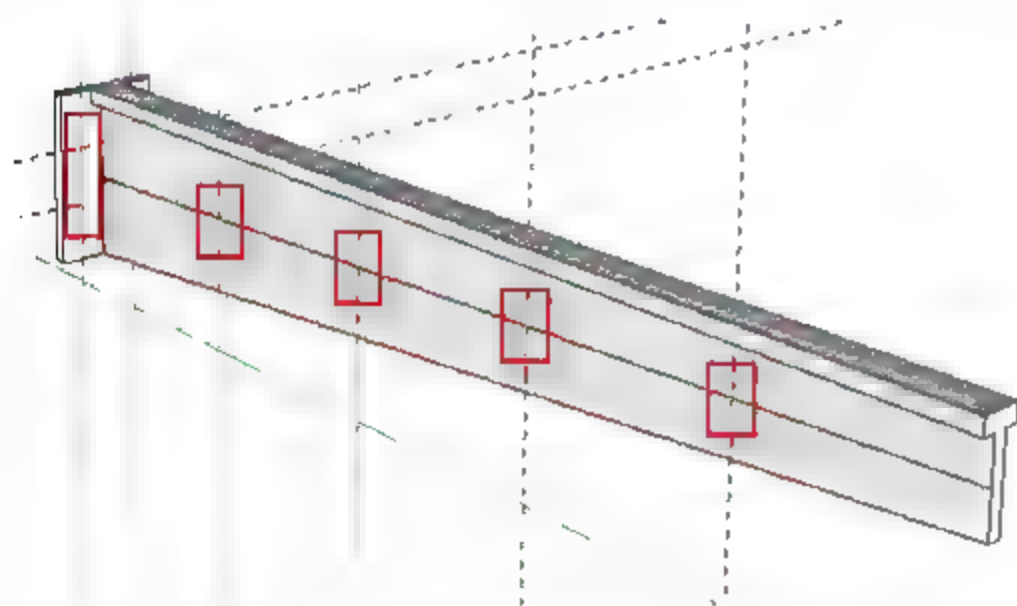
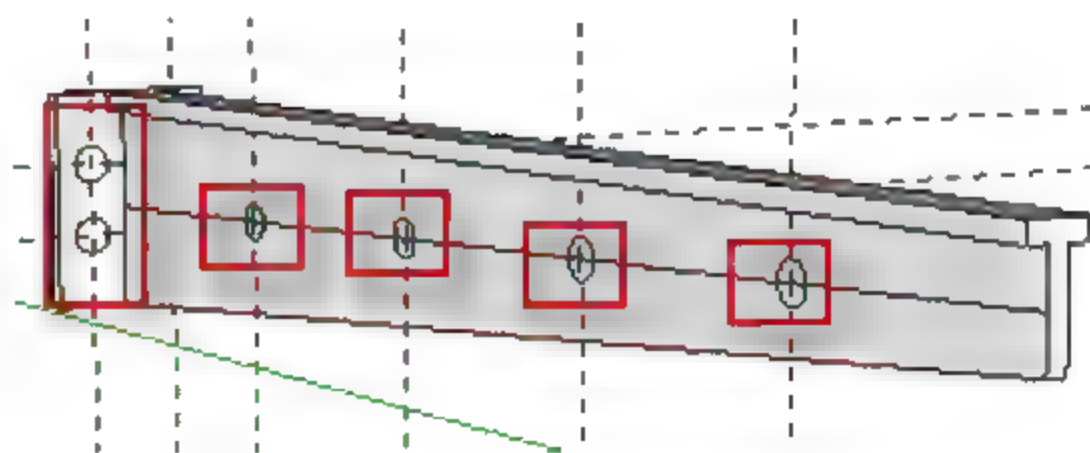

图 8.1.10 绘制参考线
图 8.1.11 绘制参考线
(9) 选择“卷尺工具”命令，根据已有尺寸数据和设计需要，取等分点在悬挑构件和预埋件立面上绘制参考线，如图8.1.10所示。再选择“圆”命令，以参考线交点为圆心，结合连接构件的截面尺寸在该立面上绘制圆形线框，如图8.1.11所示。